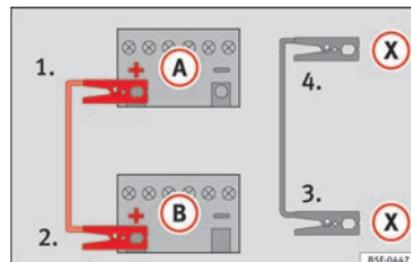

Abb. 80 Anschlusschema für Fahrzeuge mit Start-Stopp-System.
- 4b. *Bei Fahrzeugen mit Start-Stopp-System:* ein Ende des **schwarzen** Starthilfekabels (X) an einen geeigneten Masseanschluss, ein massives, fest mit dem Motorblock verschraubtes Metallteil oder an den Motorblock selbst anklemmen » **Abb. 80**.
5. Klemmen Sie das andere Ende des **schwarzen** Starthilfekabels (X) im Fahrzeug mit der entladenen Batterie an ein mit dem Motorblock verschraubtes, massives Metallteil oder an den Motorblock selbst, aber so weit wie möglich von der Batterie (A) entfernt an.